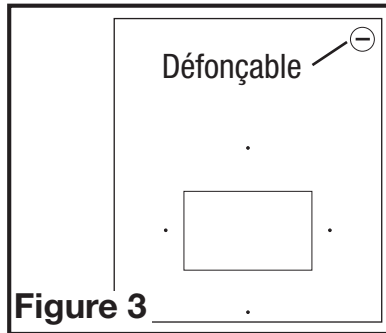

Figure 3
4. Retirez la débouchure électrique sur l'avant de l'unité principale à l'aide d'un tournevis à lame droite (**Figure 3**).
6. Installez la douille en plastique incluse dans le trou défonçable pour protéger les fils (**Figure 3**).